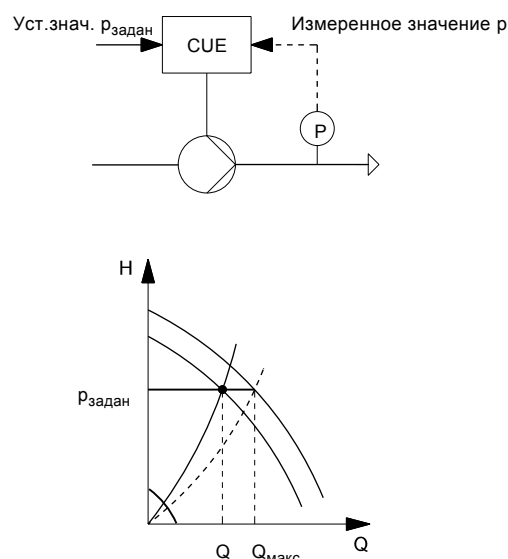

Рис. 22 Управление по постоянному давлению
Контроллер PID сравнивает требуемое установленное значение ($p_{\text{задан}}$) с фактическим значением (p), измеренным датчиком (P). См. рис. 22.